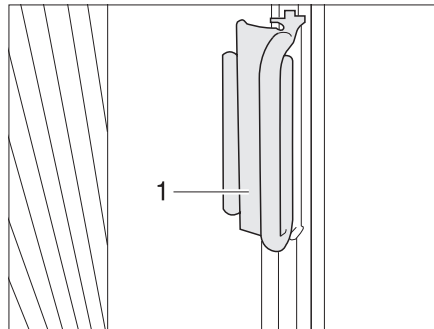

Fig. 76 Estor plegable de la ventana del conductor y la ventana del acompañante
- Sujetar cada vez el tirador (Fig. 76,1) de los estores plegables y tirarlos cuidadosamente hacia delante, hasta que el cierre magnético mantenga cerrado el estor plegable.
- Empujar el tirador (Fig. 76,2) a la pieza sobrepuesta. El estor plegable está asegurado.